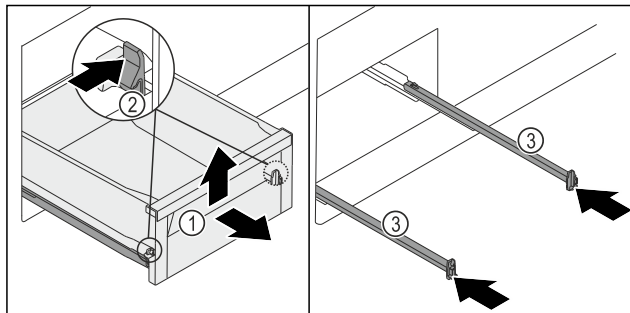

Fig. 151
- Izvucite ladicu Fig. 151 (1) do graničnika.
- Stezaljku Fig. 151 (2) lijevo i desno istovremeno pritisnite prema unutra.
- Ladica Fig. 151 (1) se odvaja od vodilica.
- Podignite ladicu Fig. 151 (1) sprijeda.
- Izvadite ladicu Fig. 151 (1) prema naprijed.
- Ugurajte vodilice Fig. 151 (3).